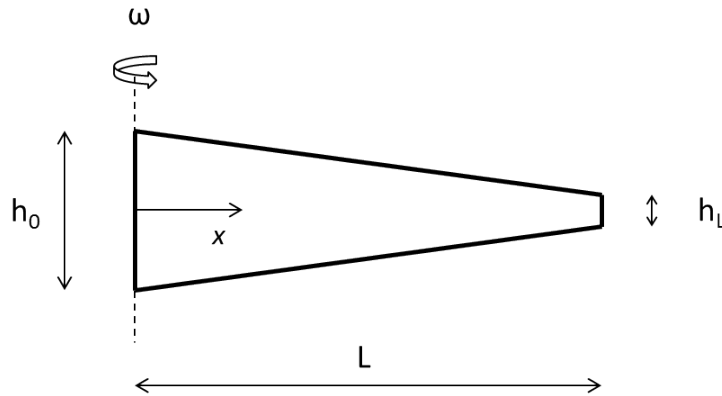

Figura 1: Barra ahusada rotante
**Ejercicio 1.** Se tiene una barra ahusada de acero -  $E = 200 \text{ GPa}$ ,  $\rho = 7850 \frac{\text{kg}}{\text{m}^3}$  - de 500 mm de longitud -  $L$  - que rota a una velocidad constante  $\omega = 220 \text{ rpm}$ . El alto -  $h$  - y el ancho -  $b$  - de la sección transversal -  $A$  - se reducen linealmente a lo largo de la misma, ver Figura 1. Utilizando el código propuesto por la cátedra se pide: